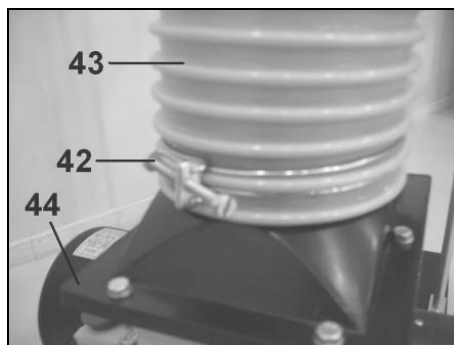
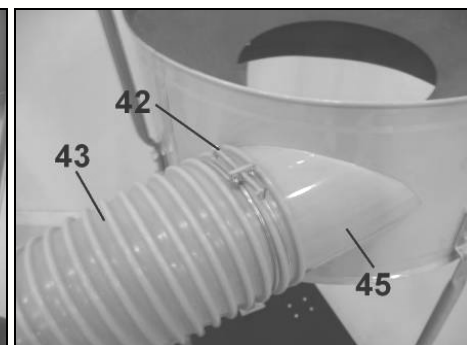

Fig 21
Fig 22
- Placez un des 2 colliers (42) à l'une des extrémités du tuyau Ø125mm (43) (Fig 21).
- Emmanchez le tuyau (43) sur le raccord de sortie du ventilateur (44), puis serrez le collier (42).
- Placez le deuxième collier (42) à l'autre extrémité du tuyau Ø125mm (43) (Fig 22).
- Emmanchez le tuyau (43) sur l'entrée du collecteur (45) puis serrez le collier (42).